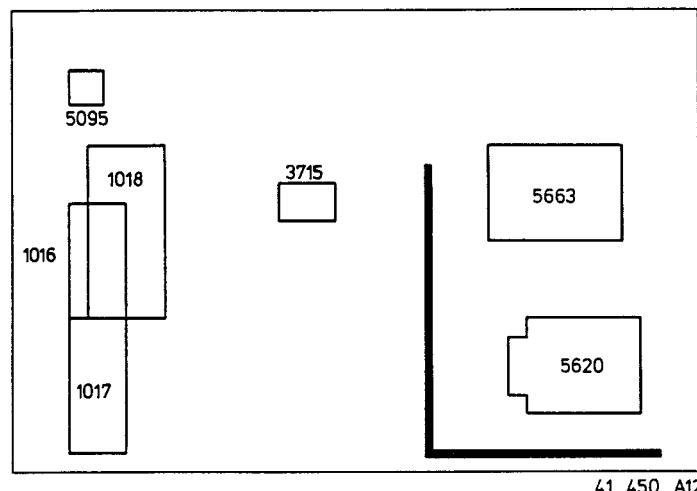

Bild 9
A. Einstellungen an der Chassisprintplatte (Bild 9)